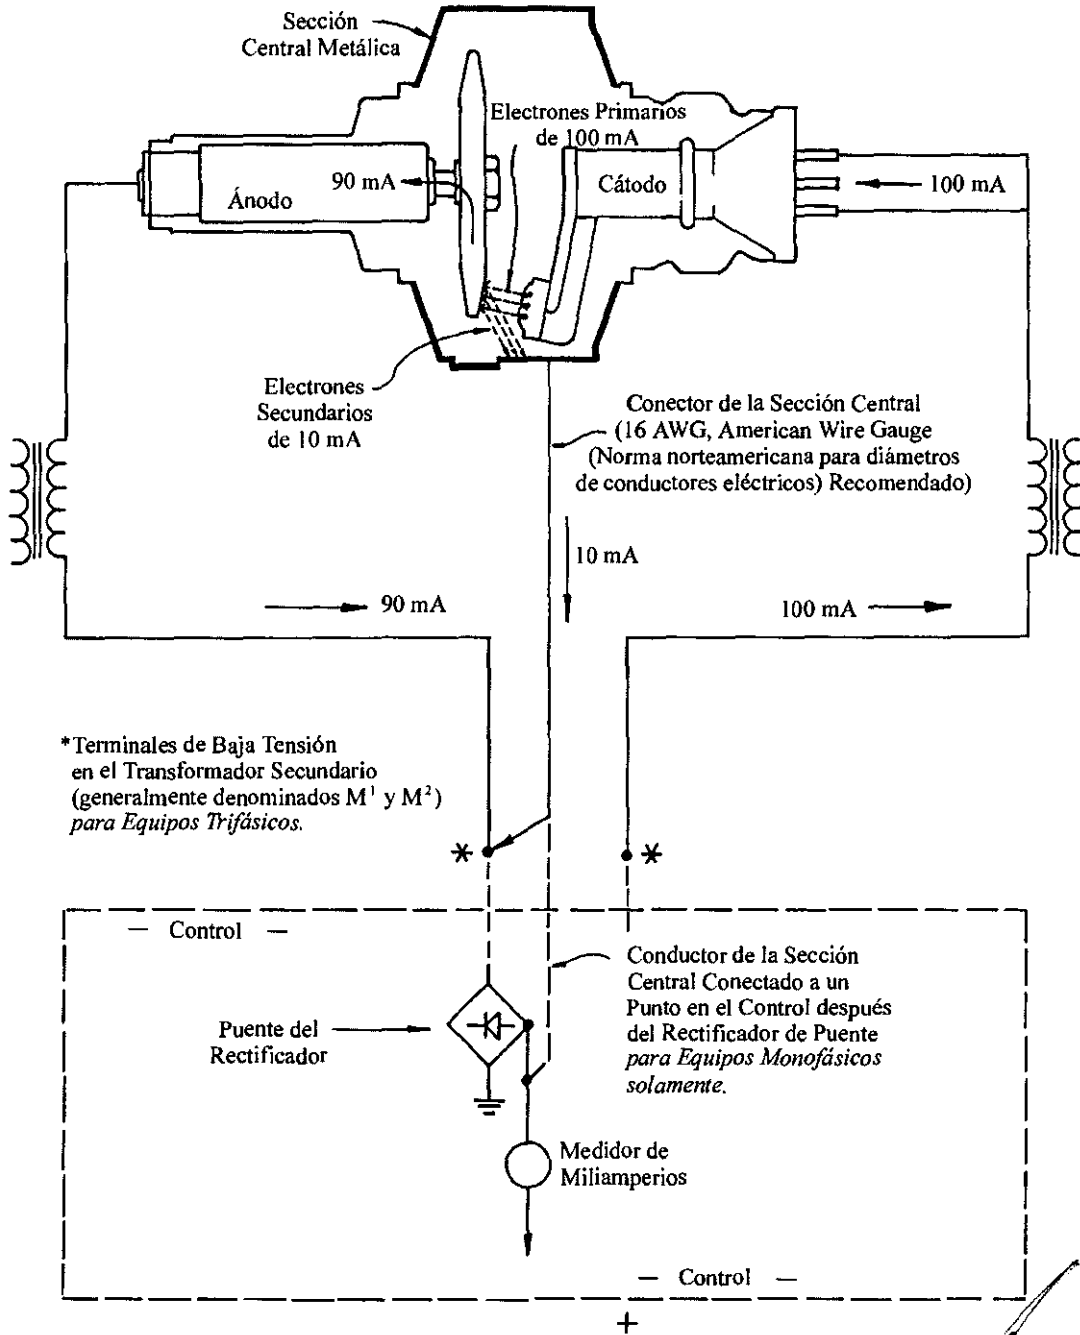

FIGURA 1
Debido a los principios físicos de la geometría del electrodo, la corriente del cátodo se divide entre el ánodo y la sección central. (Algunos electrones secundarios creados durante el impacto original con el tubo de vidrio, convencionales.) Consulte la Figura 1. Para la calibración MA, utilice siempre los valores de la corriente del cátodo. Por ejemplo, a 80 kV, con una corriente de cátodo de 100 MA, sólo se acumulan en el ánodo 90 MA, acumulándose 10 MA en la sección central. En los generadores en los que el monitoreo de MA se lleva a cabo sobre el cátodo del generador de alta tensión, el conductor rojo (corriente de la sección central) se puede conectar a tierra, o si se requiere una corriente equilibrada entre ánodo y cátodo, conecte el conductor rojo sobre el ánodo del circuito de chequeo (M1 o M2 según el fabricante del generador).
Los Generadores monofásicos exigen una consideración adicional sobre los generadores trifásicos. La señal mA (miliamperio) en M1 y M2 será CA, mientras que se rectificará la corriente de la sección central. Esto requiere que se conecte el conductor rojo de la sección central a un punto detrás del rectificador de puente que normalmente se instala antes del medidor de MA, como se ilustra en la Figura 1. Haga la instalación a tierra del conductor rojo si el medidor de MA se encuentra en el cátodo del transformador de alta tensión.
- Conecte el hilo rojo de la sección central a un punto entre el rectificador de puente y el medidor de MA, como se muestra en la figura 1, y realice alguna exposición como en el paso b anterior.